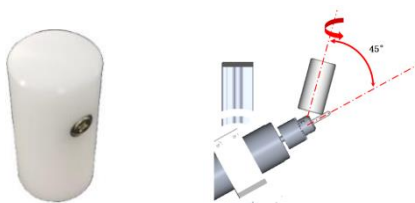

图 3-1 去毛刺示意
- ① 机器人从机械原点（J5 轴-90°，其余轴都为 0°）出发，移动至换手架抓取手爪。
- ② 移动至原料圆柱托盘，从原料圆柱托盘中抓取原料圆柱并移至加工单元前。
- ③ 工业机器人将原料圆柱上料至加工单元三爪卡盘，卡盘夹紧工件后，机器人退出，加工单元模拟加工 3 秒钟。
- ④ 加工完成后，工业机器人再次抓取圆柱，加工单元三爪卡盘松开。机器人夹住圆柱转移到去毛刺工位，去毛刺工具启动。机器人抓取已加工结束的圆柱体，对圆柱体指定边缘进行去毛刺作业，如图 3-1 所示；机器人抓取圆柱体工件靠近但不接触去毛刺头，围绕工件轴线旋转 365°完成去毛刺作业。去毛刺工件姿态要求如下图所示，工件轴线与去毛刺工具轴线夹具基本在 45°附近；
- ① 按下触摸屏 PNS0002 程序选择按钮，机器人执行 PNS0002 程序，从夹具库选择合适的夹具。
- ② 工业机器人从圆柱原料托盘中抓取圆柱，抓取长度不少于 15mm，然后运行至加工单元。
- ③ 加工单元红绿指示灯灭，提示机器人可以进入机床上料。
- ④ 工业机器人将圆柱原料放入加工单元三爪卡盘内，要求放入深度不小于 15mm，加工单元三爪卡盘夹紧原料后，机器人退出，加工单元绿色指示灯 1hz 闪烁代表正在加工，加工时间为 3 秒。
- ⑤ 加工完成后，加工单元红色指示灯 1hz 闪烁，工业机器人再次抓取工件，加工夹手松开，加工单元红色指示灯灭。机器人夹住工件转移到去毛刺工位，去毛刺工具启动。机器人抓取已加工结束的圆柱体，对圆柱体指定边缘进行去毛刺作业，如图 3-1 所示；机器人抓取圆柱体工件靠近但不接触去毛刺头，围绕工件轴线旋转 365°完成去毛刺作业。去毛刺工件姿态要求如下图所示，工件轴线与去毛刺工具轴线夹具基本在 45°附近；
- ⑥ 完成去毛刺工艺后，转移到装配单元区域，将金属环套入圆柱工件后成为组件。装配过程中平稳流畅，不出现夹住工件往下压及撞击的状况。
- ⑦ 工业机器人将完成装配工序的装配部件转移到微动开关处进行检测。安装成功（圆柱工件套上金属环）的产品为合格品，没有安装成功（圆柱工件未套上金属环）的产品为次品。工业机器人将合格品从左至右放置到仓储上层位置 1、2 上；将次品从左至右放置到仓储下位置 1、3 上。
- ⑧ 重复上述流程，直到全部完成，工业机器人放回抓手，回到机械原点，停止动作。